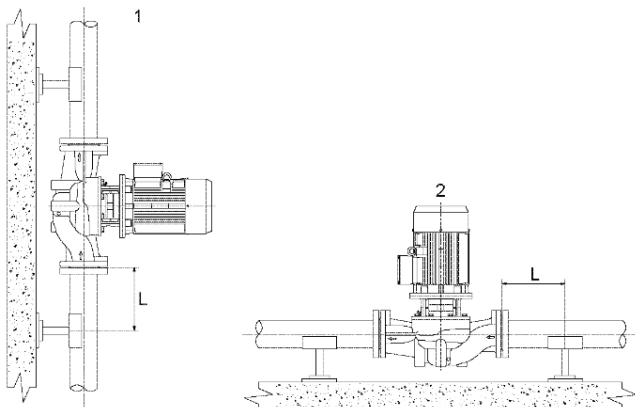

Рисунок 4.
- Если трубы с двух сторон могут поддерживать насос, а мощность двигателя не превышает 2,2 кВт, насос можно подвесить на трубы. При этом опоры труб должны располагаться на расстоянии не более $L=3 \times DN$ от места соединения насоса с трубопроводом (см. рис. 4);